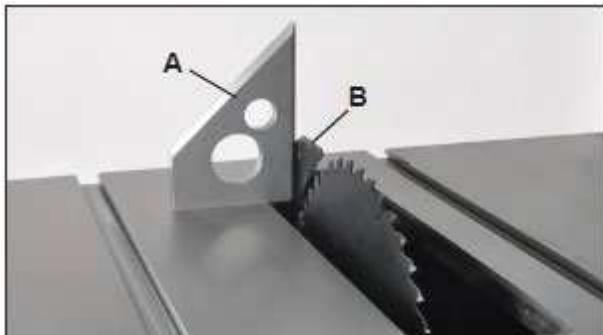

Рис. 24
3. Поставить угольник (рис. 24, А) к пильному диску и узлу разделителя (рис. 24, В). проверить перпендикулярность разделителя относительно стола.